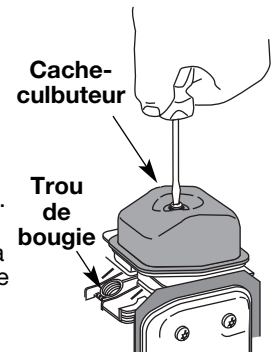

Fig. 28
- Nettoyez toute saleté autour du cache-culbuteur. Retirez la vis retenant le cache-culbuteur à l'aide d'un tournevis à lame plate large ou à mèche no. T-25 Torx (Fig. 28). Enlevez le cache-culbuteur et le joint.
- a. Tournez l'écrou de réglage à l'aide d'une clé de 8 mm (5/16 po) ou d'un tournevis à embout hexagonal (Fig. 28).